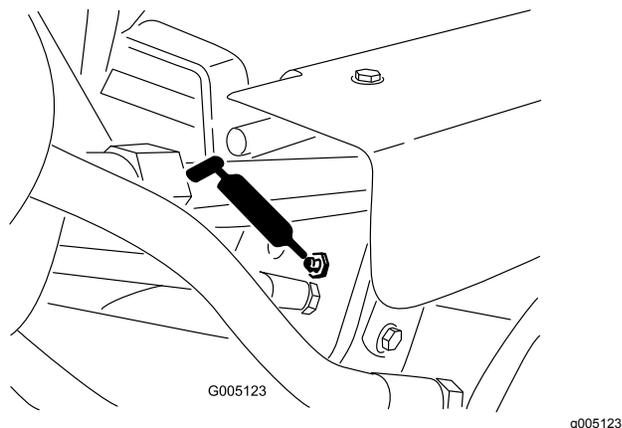

Рисунок 32
- Подъемные цилиндры (3 шт.) (Рисунок 32)